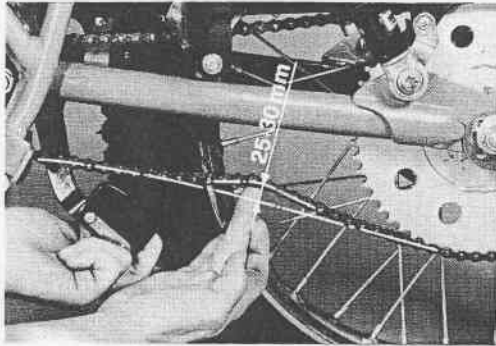

Fig. 18 - Jeu de la chaîne
- Garder votre chaîne toujours bien tendue; la chaîne doit présenter un jeu de 25 à 30 mm. (Fig. 18).